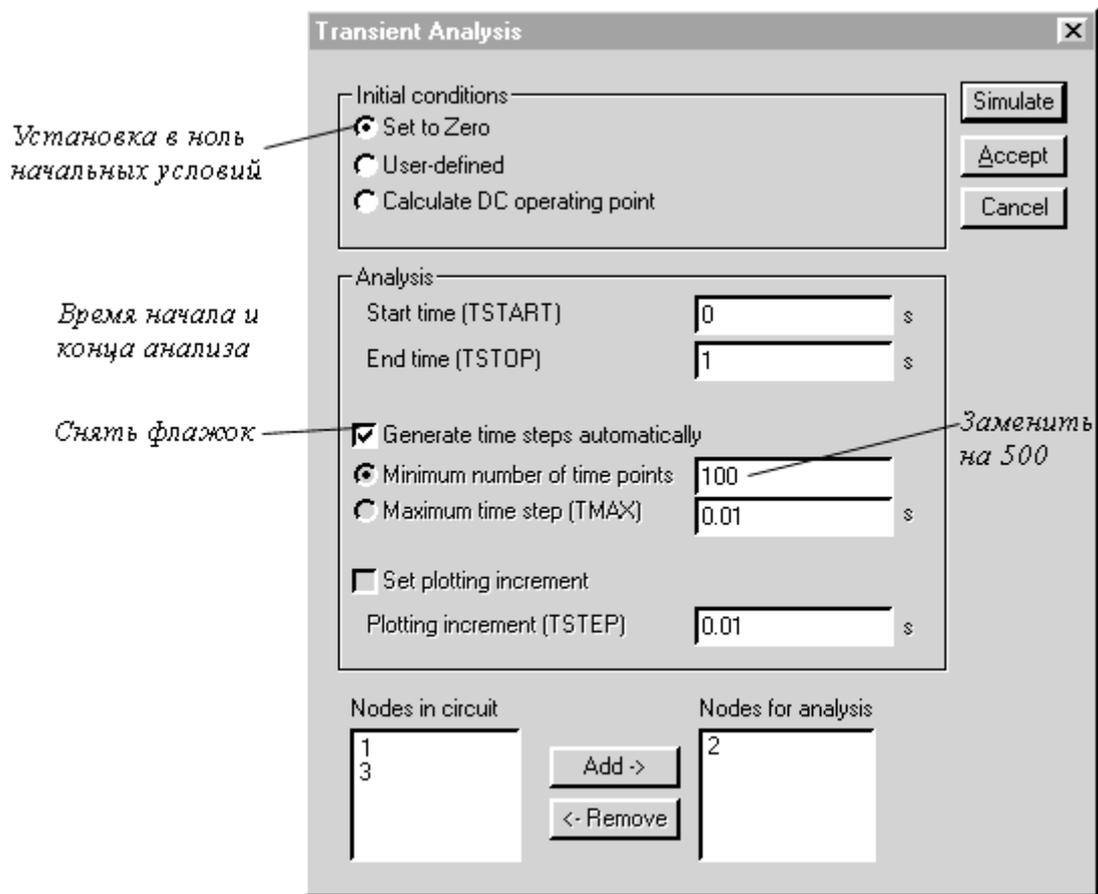

Рис. 5. Настройка режима расчета переходных процессов
- Analysis/ Transient – расчет переходных процессов (рис.5);